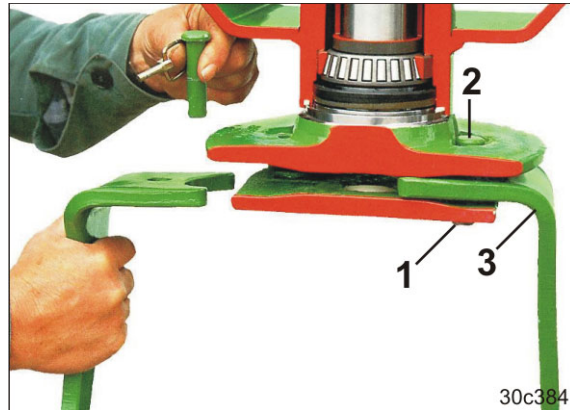

Fig. 162
2. Retirar el pasador clavija (Fig. 162/1).
3. Sacar el perno (Fig. 162/2) del portaútiles dándole unos golpecitos hacia arriba.
4. Sustituir las púas de la herramienta (Fig. 162/3).